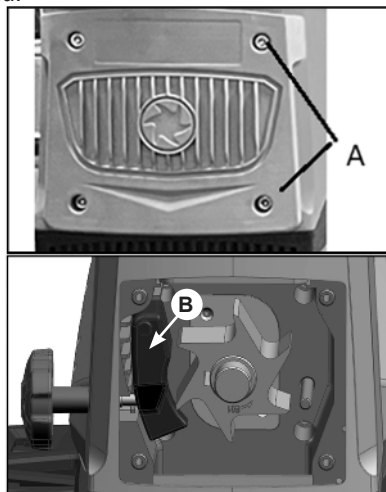

Рис. 9 Замена контрплиты
Для проведения осмотра состояния фрезы или замены контроплицы необходимо отключить измельчитель от сети и открутить 4 винта А (Рис. 9) крышки механизма измельчения.
2. Выньте контрплиту В (Рис. 9) и замените ее новой.